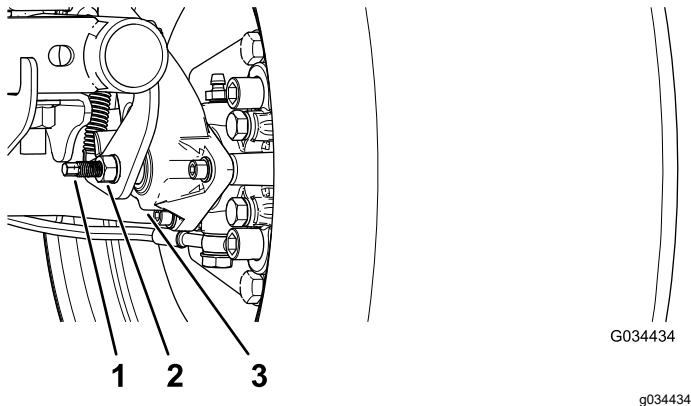

Figura 63
3. Utilizzando 2 chiavi, mantenete fermo il montante di regolazione sulla pinza con una chiave e allentate il controdado di 1/4 di giro con l'altra chiave (Figura 63).
4. Tenendo fermo il montante di regolazione e il controdado, girate il montante di regolazione per serrarlo (Figura 63).
5. Tenendo fermo il montante di regolazione e il controdado, allentate di 1/4 di giro (Figura 63).
6. Tenendo fermo il montante di regolazione e il controdado, serrate il controdado (Figura 63).